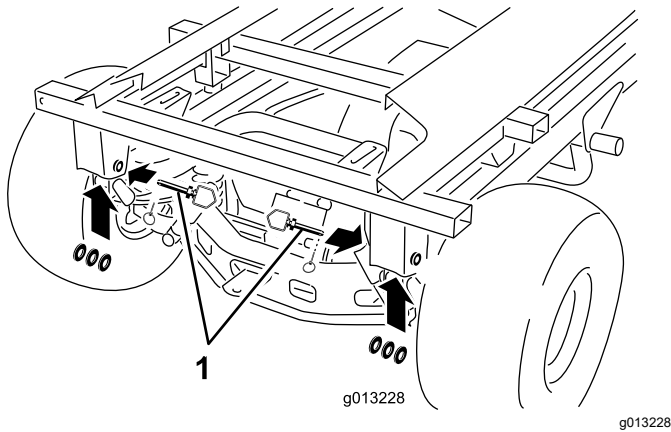

Figura 53
10. Retire las chavetas, los pasadores de enganche y las arandelas de la parte trasera (Figura 53).